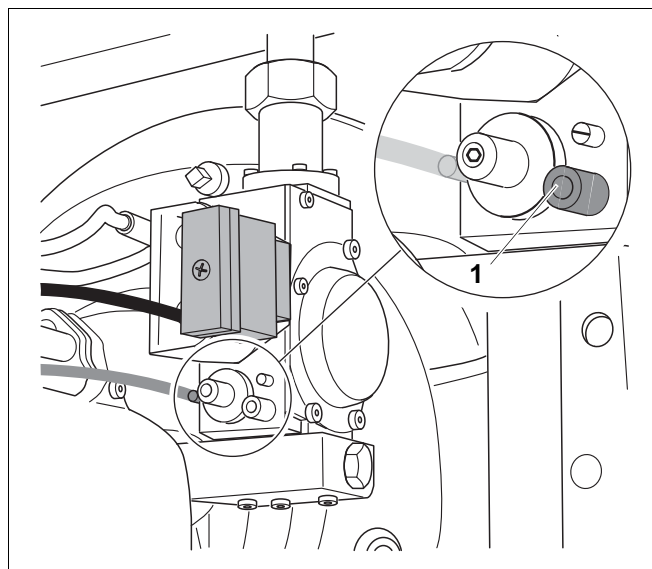

Рис. 29 Измерение давления газовой форсунки
- Отверните отверткой винт в измерительном ниппеле (рис. 29, поз. 1) на 0,5–1 оборот.